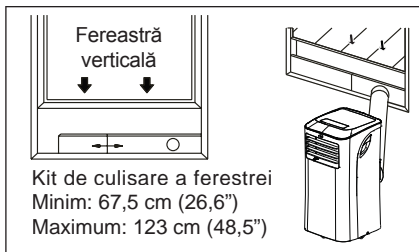

Fig. 8
5. Prindeți adaptorul B de kit-ul de culisare a ferestrei și etanșați. (Fig. 8 & 9)